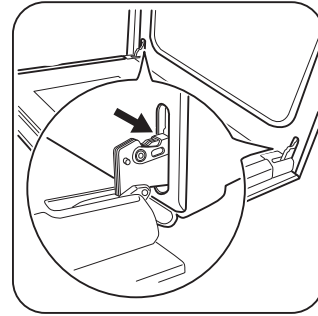

Figure 32: Emplacements des charnières de la porte
1. Ouvrez complètement la porte, parallèlement au sol et tenez les deux charnières de porte (Figure 32).
3. Ouvrez complètement la porte du four, parallèlement au sol (Figure 32).